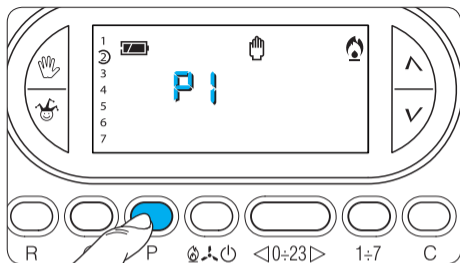

Fig. 65
19.5 - Premere il pulsante **P** sul display, al posto dell'indicazione dell'ora compare **P 1** (fig. 65).